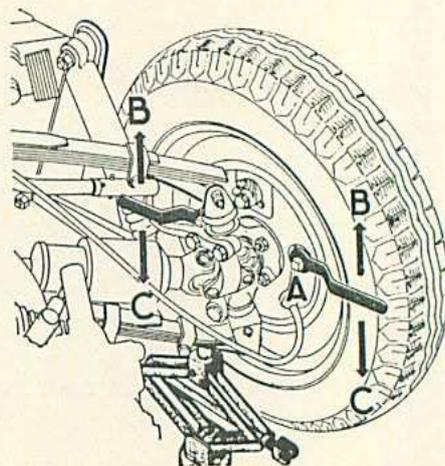

Fig. 81. — Réglage des mâchoires de freins
• La voiture étant soulevée de l'avant par le ressort inférieur, faire tourner la roue et agir sur le carré (A) (fig. 81) dans le sens (C) jusqu'à ce que la garniture bloque presque la roue.